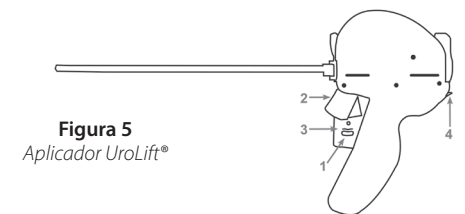

Figura 5
- 3.1 Libere el cierre de seguridad de la aguja (paso 1, figura 5).
- 3.2 Apriete ligeramente el gatillo de la aguja para desplegar la aguja (paso 2, figura 5).
3.3 Después de desplegar completamente la aguja, apriete el retractor (paso 3, figura 5) por completo para retraer la aguja y desplegar la lengüeta capsular. Vuelva a apretar el retractor para garantizar una retracción completa. Con esta acción se coloca la lengüeta capsular desde la punta de la aguja extendida y, a continuación, se tensa hacia atrás, hacia la cápsula prostática, hasta que queda asentada sobre la superficie de la cápsula. La aguja está ahora en la posición retraída (no expuesta) dentro del aplicador. Si la aguja no se retrae completamente, siga el paso 5.1 para liberar a mano el retractor.
⚠️ PRECAUCIÓN: Evite el contacto con el botón del disparador uretral al presionar el retractor. Si toca el botón del disparador uretral (**paso 4, figura 5**) mientras presiona el retractor, podría producirse el despliegue involuntario de la pieza terminal uretral y el corte no intencionado de la sutura.